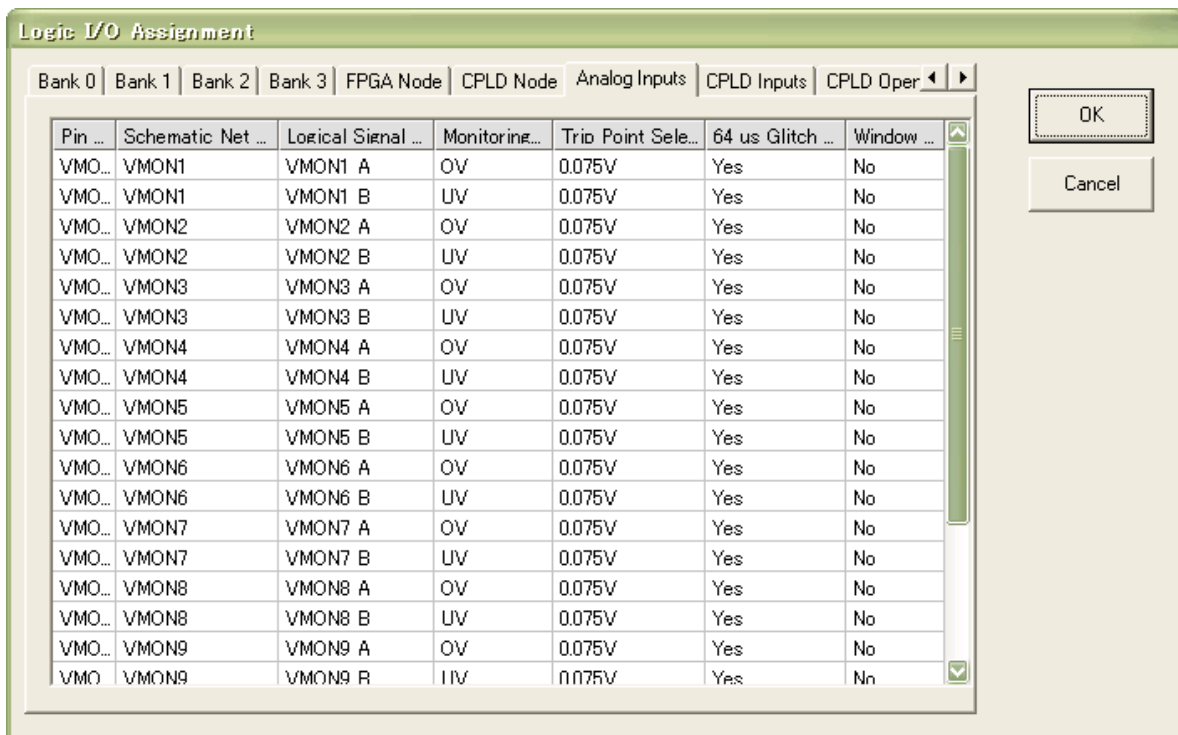

図 2-32 ピンの定義編集画面
2.2, 2.3, 2.4, 2.5 節で行った入出力ピンの設定画面が開きます(図 2-32)、設定を行うタブを選び必要な設定を行います。